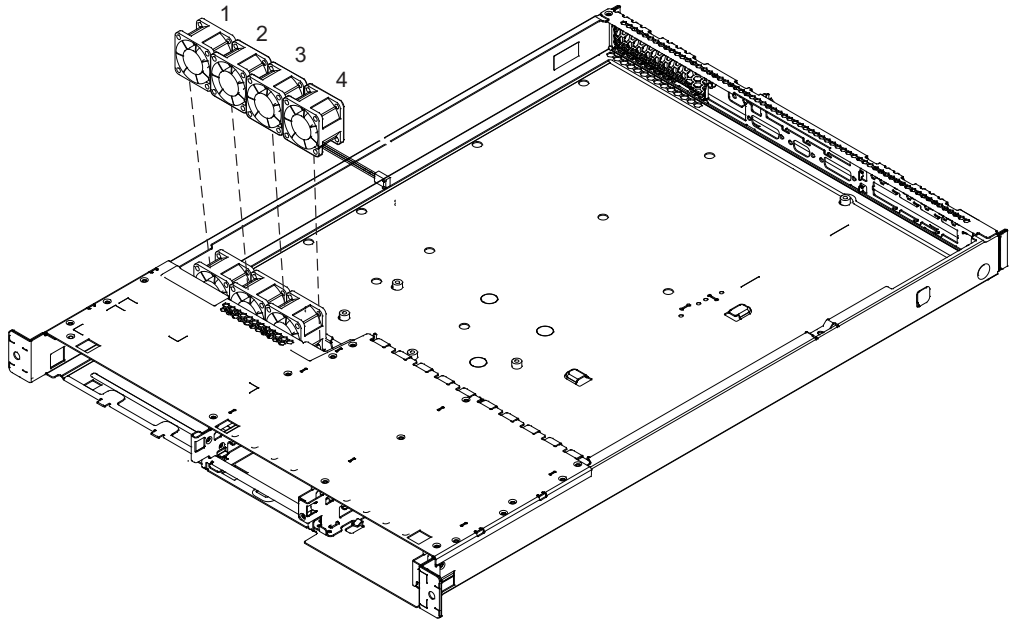

図 124. マイクロプロセッサ・ファンの交換
1. ファンを固定クリップの中に押し下げます。394 ページの図 124 を参照してください。
注: ファンには、左から右に 1 から 4 の番号が付いています。図 124 を参照してください。